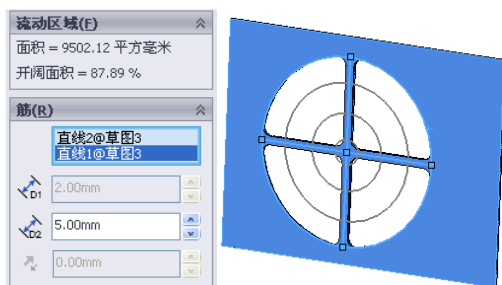

图 10-62 选择筋草图
(4) 在“筋”下拉列表框中选择通风口草图中的两个互相垂直的直线作为筋轮廓, 在“筋宽度”输入栏中输入数值“5”, 如图 10-62 所示。